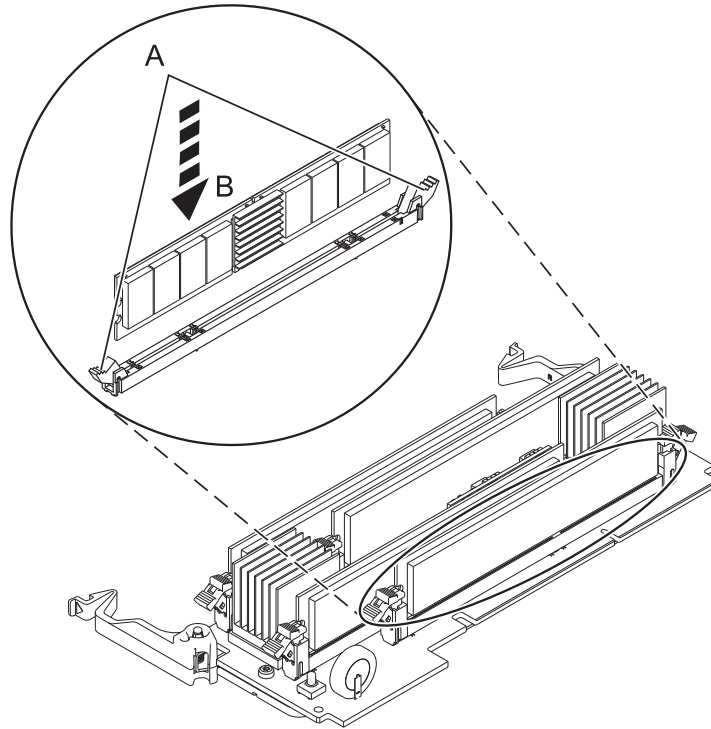

図 5. メモリー・モジュールの取り付け
13. 新規のメモリー・モジュールを取り付ける前に、13 ページの図 5 に示すように、コネクタ・ロック・タブ (A) を押してロック解除位置にしてあることを確認します。
14. メモリー・モジュール (B) の端を慎重につかみ、コネクタの位置に合わせます。